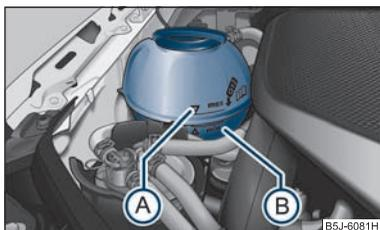

Abb. 138 Motorraum: Kühlmittel-Ausgleichbehälter
- Prüfen Sie den Kühlmittelstand am Kühlmittel-Ausgleichbehälter ⇒ Abb. 138. Der Kühlmittelstand muss bei kaltem Motor zwischen den Markierungen „MIN“ (B) und „MAX“ (A) liegen. Bei warmem Motor kann er auch etwas über der Markierung „MAX“ liegen.
- Legen Sie einen Lappen auf den Verschlussdeckel des Kühlmittel-Ausgleichbehälters ⇒ Abb. 138 und schrauben Sie den Deckel **vorsichtig** linksherum ab ⇒ ⚠.